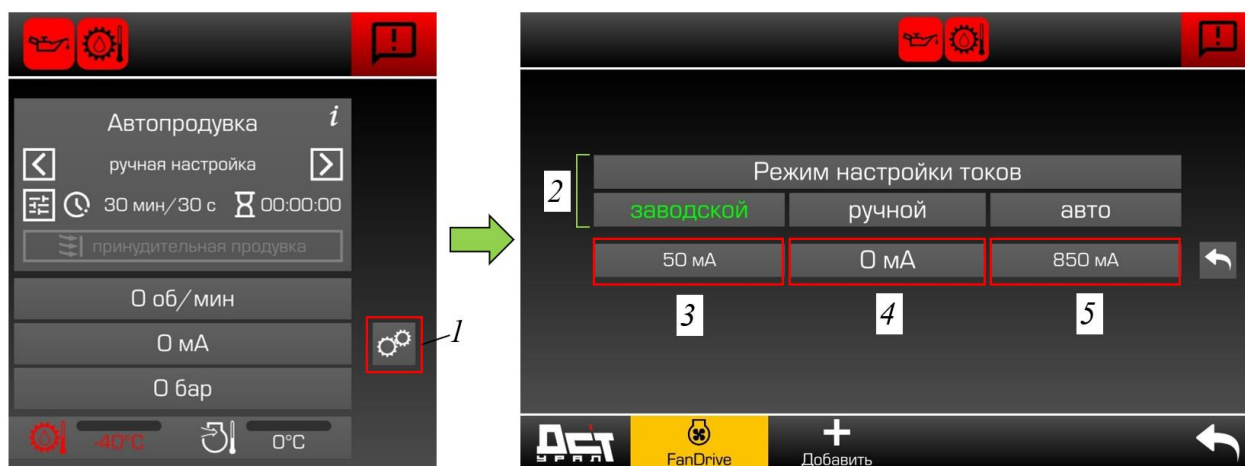

Рисунок 3.26. Настройка токов FanDrive
- ▶ Нажать на кнопку «Настройка токов» (поз. 1, рис. 3.26) на странице «FanDrive».
- ▶ Нажать кнопку «Заводской» для возвращения значений токов к заводским настройкам, рис. 3.26.
- ▶ Нажать кнопку «Ручной» для настройки токов пользователем, рис. 3.26
- ▶ Нажать на цифровой индикатор тока, который необходимо настроить (поз. 3-5, рис. 3.26).
- ▶ Активировать режим настройки «Авто», рис. 3.26.